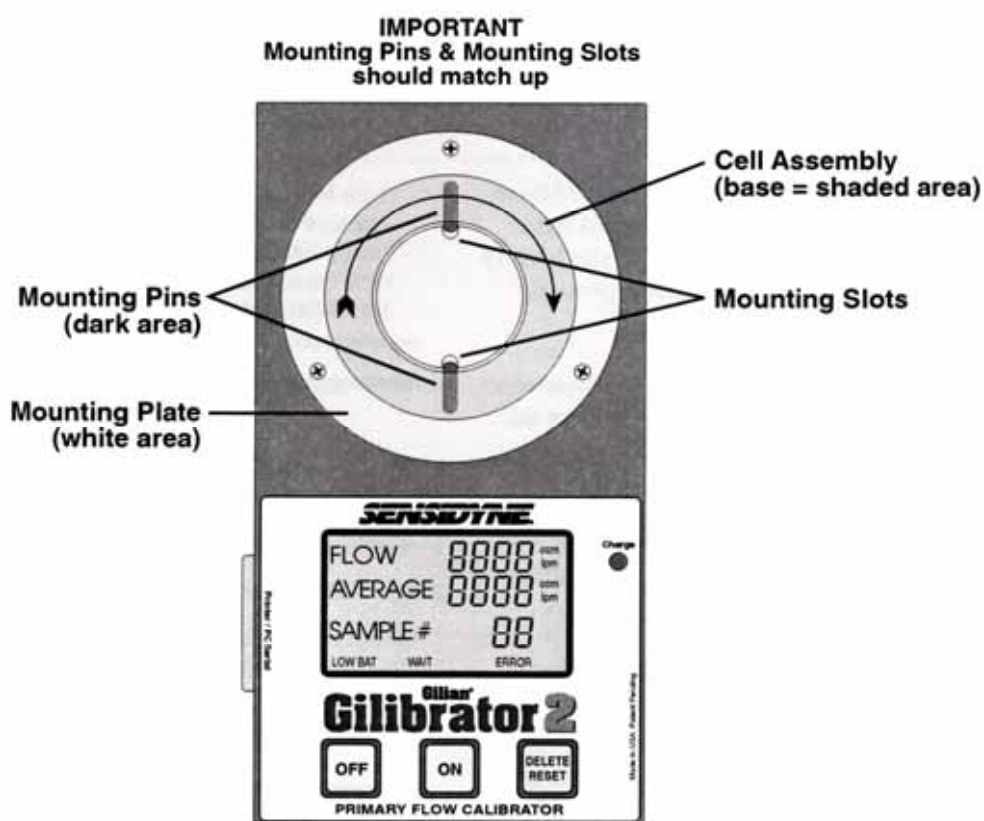

图 3.3
- (1) 选择合适的槽组并将其放在安装台上。
- (2) 将槽组底部上的凸起与安装台上的凹槽对齐 (如图 3.3, 俯视图), 如正确对齐, 槽组底部应该与安装台紧密相接。
- (3) 抓住槽组下半部分, 沿箭头方向旋转直到发出“咔”的一声并处于正确位置。